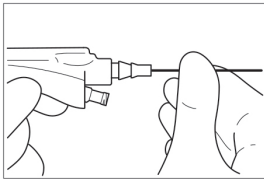

Figura 2
- Caricare la fibra nel lume operativo del dispositivo XprESS (Figura 2).